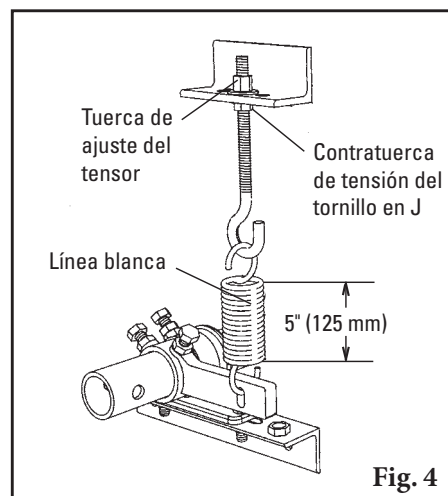

Fig. 4
4. **Restablezca la tensión correcta de la hoja.** Afloje la contratuerca de tensión del tornillo en J y gire la tuerca de ajuste del tensor hasta que la bobina sea de 5" (125 mm) de largo. Mida la longitud de la línea blanca del resorte (Fig. 4). Complete en los dos lados del limpiador, si se requiere.